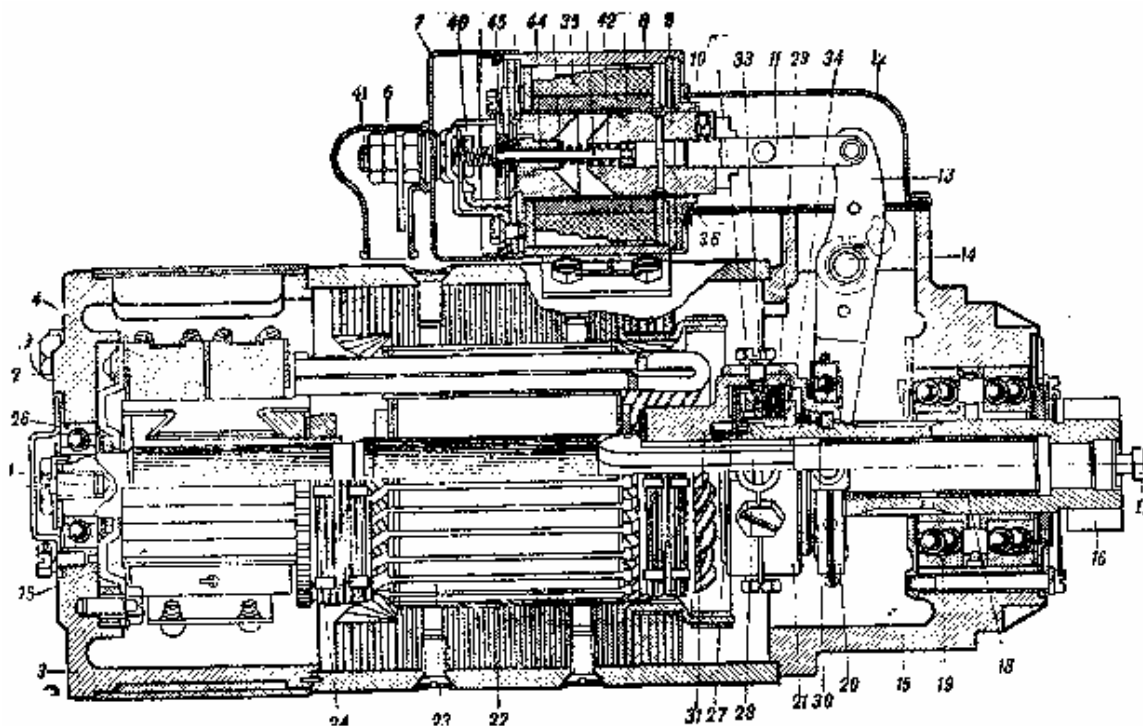

Рис. 149. Продольный разрез стартера СТ-700:
Состоит стартер из следующих основных частей (рис. 149):
Якорь 23 (см. рис. 149) состоит из пакета пластин из листовой стали, имеющего 27 полузакрытых пазов и напрессованного на вал. В пазы заложены секции из шинной меди, изолированные от стенок паза и одна от другой изоляционными прокладками. На лобовые части надеты бандажи 24. На вал насажен коллектор 25 с 27 коллекторными пластинами, изолированными одна от другой и от стягивающих стальных колец миканитовой изоляцией. Нажимные кольца затянуты гайкой. Коллектор напрессован на вал. Секции якоря спаяны с петушками коллектора.
С внутренней стороны крышки коллектора (см. рис. 149) установлена траверза с четырьмя щёткодержателями и спиральными нажимными пружинами. Одна пара щёток 4 изолирована от массы. При сборке стартера её присоединяют к выводам от катушек возбуждения. Другая пара щёток замкнута через траверзу на массу.
Фрикционная муфта свободного хода 21 (см. рис. 149) служит для отъединения якоря стартера от шестерни после начала работы двигателя. Муфта состоит из пакета фрикционных дисков: четырёх ведущих 29 с наружными выступами и пяти ведомых 33 с внутренними выступами.
После включения пускового реле электрический ток проходит через неподвижный контакт 41 (см. рис. 149) в серийную и шунтовую обмотки реле 35.
- а) вдвигают якорь 9 (см. рис. 149) реле до упора и на поверхность его наносят риску А;